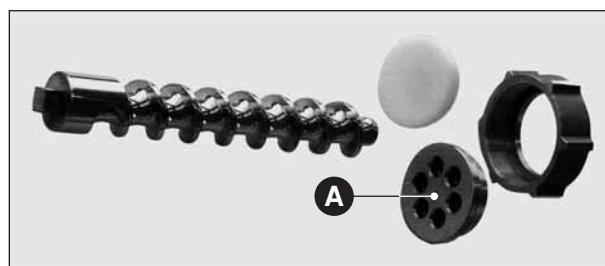

Abb. 15
6.2 REINIGUNG VON: MISCHGERÄT, SCHNECKE, NUTMUTTER UND ZIEHEISEN (ABB. 15)
Die Teigreste unter einem Wasserstrahl von den Teilen entfernen, eventuell unter Anwendung eines weichen Bürstchens oder einer Plastikschaufel. Diese Teile können in einer Spülmaschine kraftvoller gewaschen werden. Das Mischgerät, die Schnecke und die Nutmutter ausspülen und trocknen und dann auf der Maschine wieder aufmontieren. Das Zieheisen (**Abb. 15 A**) bleibt während der Zeit, in der es nicht gebracht wird, in einem Wasserbehälter eingetaucht.